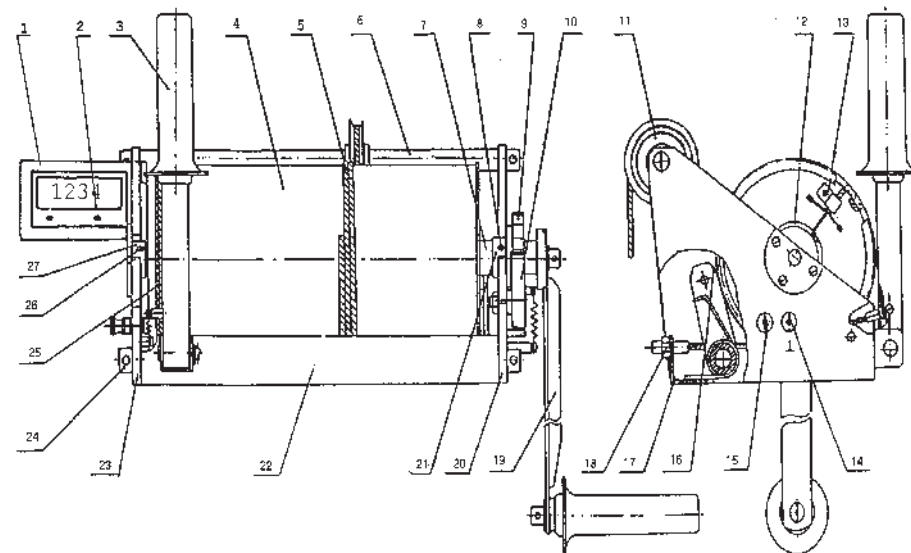

Рисунок 5.2
5.3 Длина вытравленного каната определяется по Указателю Длины Троса (УДТ), устанавливаемого на ось барабана (см. рисунок 5.2). Цена единицы младшего разряда счетчика – один сантиметр вытравленного каната. Сброс на ноль показаний счетчика производится нажатием на кнопку 2.
9.4 Не реже одного раза в два месяца необходимо смазывать подшипники, зубчатое колесо, оси вращения укладочного и прижимного роликов вьюшки и ось ролика стрелы пластичной смазкой. Для смазки подшипников вьюшки (см. рисунок 5.2) вывернуть винты 8, 26.